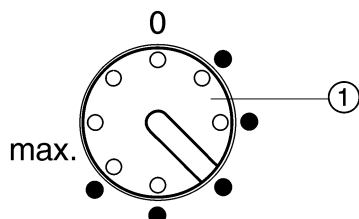

Fig. 2
- ▶ Temperatuurregelaar *Fig. 2 (1)* met een munt naar rechts draaien.